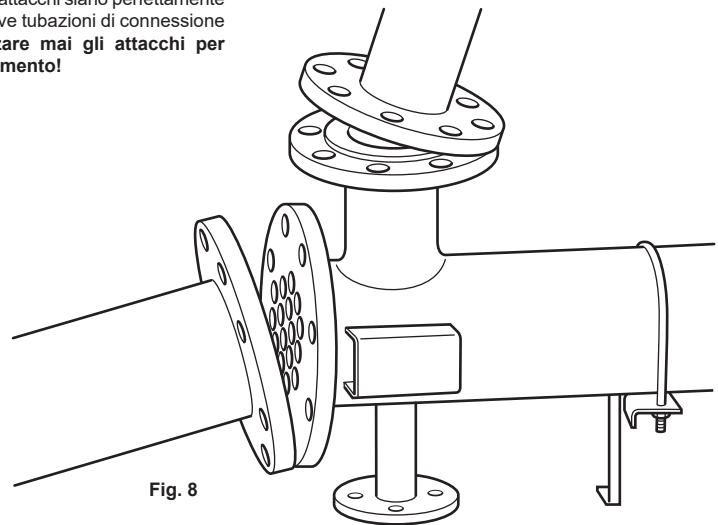

Fig. 8
4.7 Assicurarsi che lo scambiatore sia posizionato in modo che tutti gli attacchi siano perfettamente allineati alle rispettive tubazioni di connessione (Fig. 8). **Non forzare mai gli attacchi per ottenerne l'allineamento!**